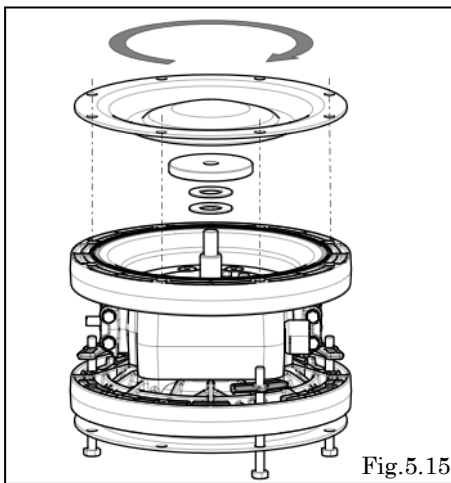

Fig.5.15
- ・ダイアフラムは止まるまで手で締め付ける。 [Fig.5.15]